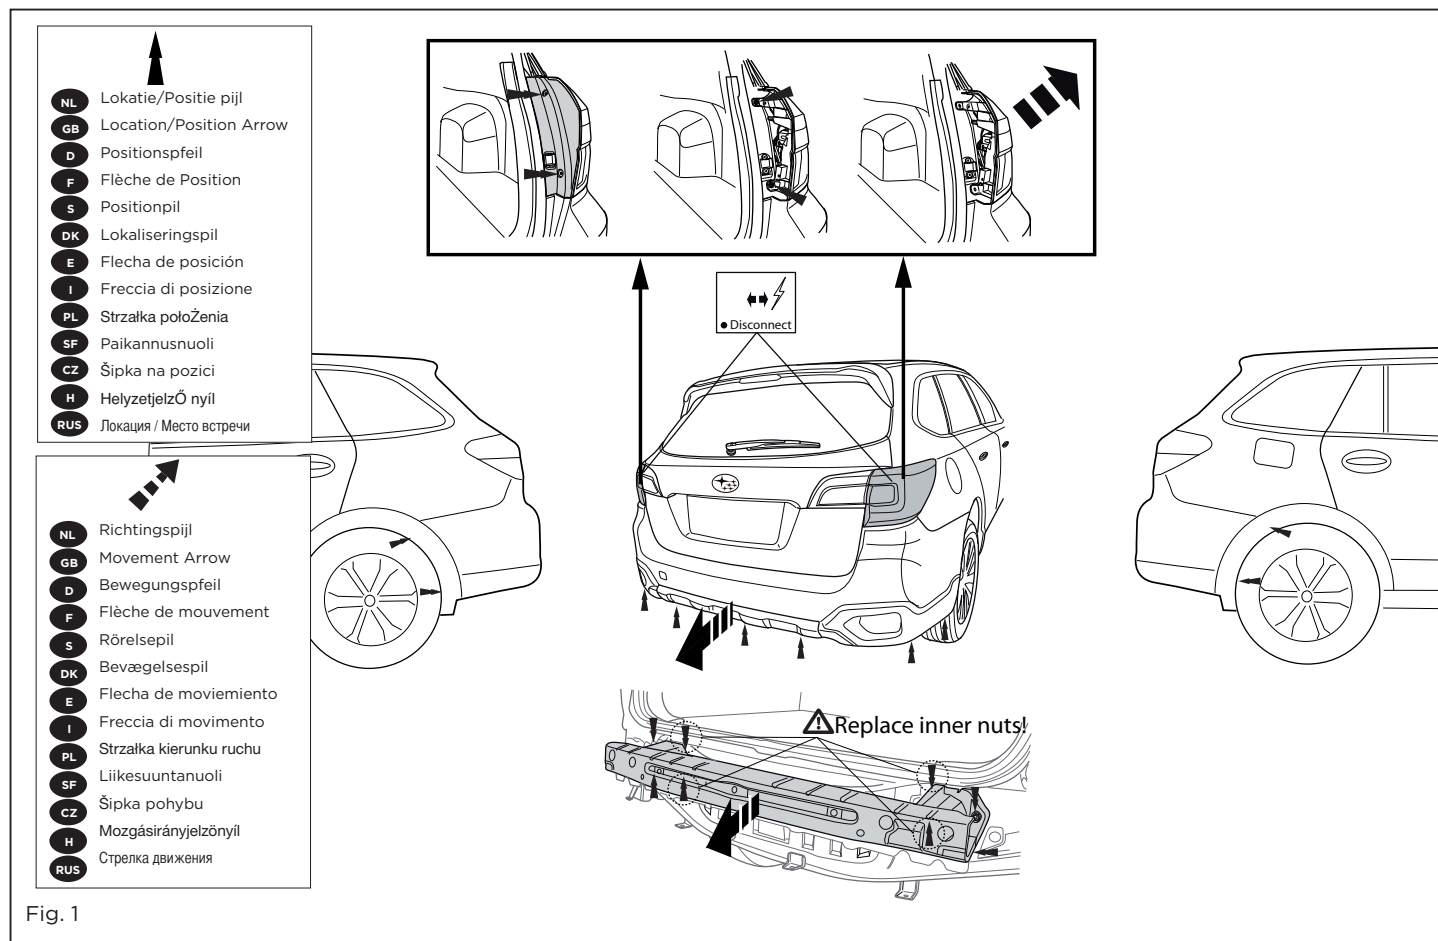

Fig. 1
Fahrzeug abmontieren. Der Stoßbalken wird nicht mehr benötigt. Siehe Abbildung 1.
2. Déposer le pare-chocs du véhicule y compris la traverse en acier la traverse ne sera plus utilisée. Voir la figure 1.
2. Demonter kofangeren, inklusive køretøjets stålstødbjælke. Denne bliver overflødig. Se fig. 1.
2. Снять бампер вместе со стальным буферным брусом автомобиля; буферный брус больше не понадобится. См. рисунок 1.